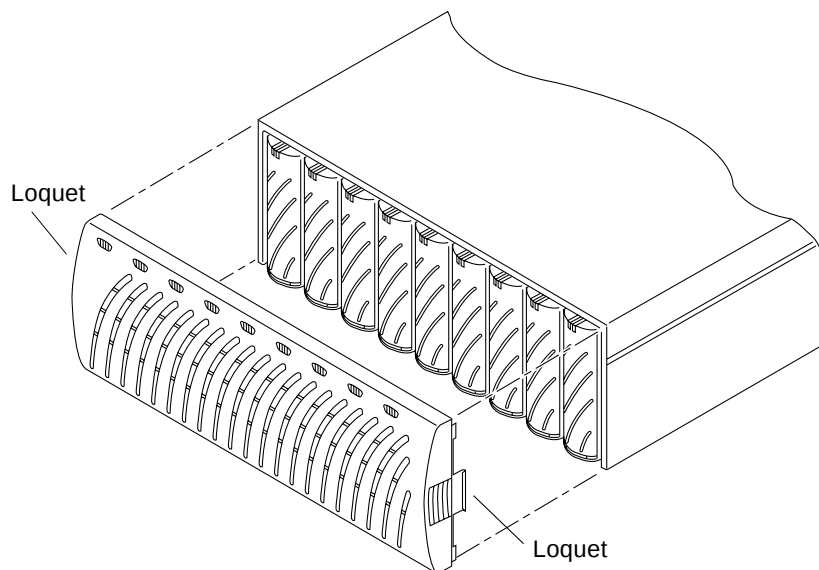

FIGURE 5-2 Retrait du panneau avant
- 4. Enlevez le panneau avant de la baie de disques en appuyant sur les loquets latéraux et en retirant le couvercle (FIGURE 5-2).**